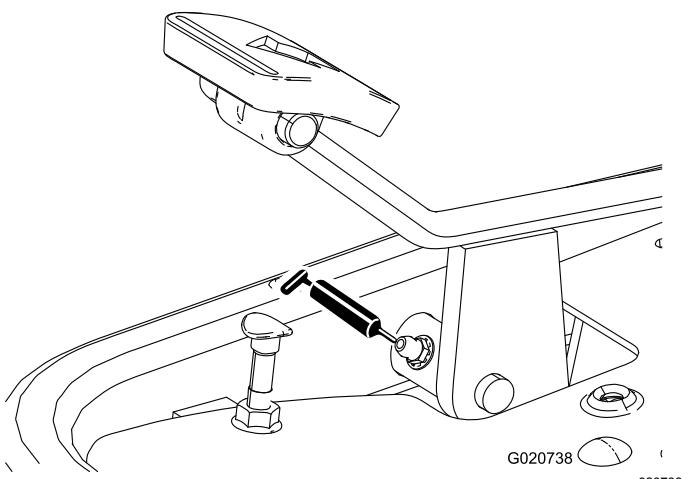

Figura 42
- Pedale della trazione (Figura 42)